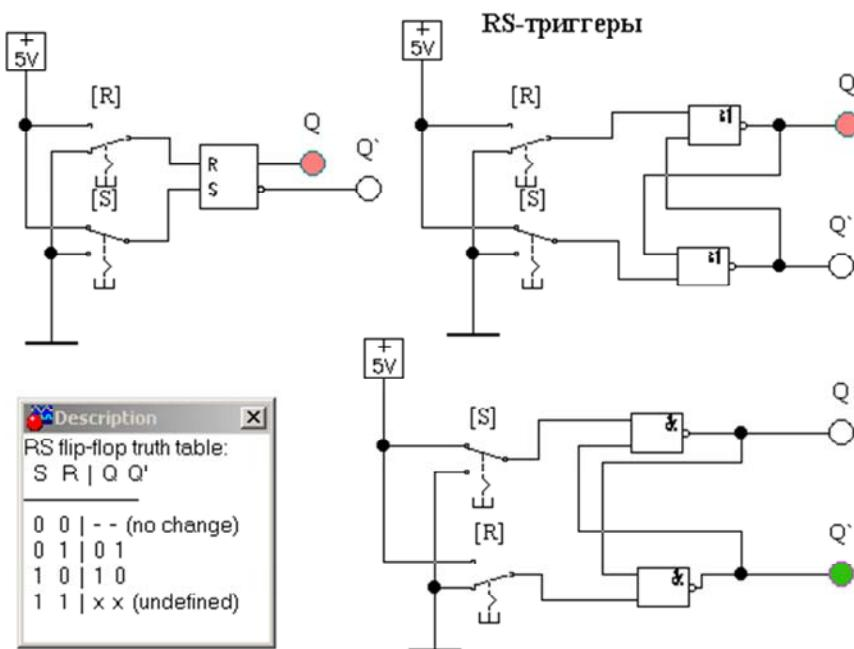
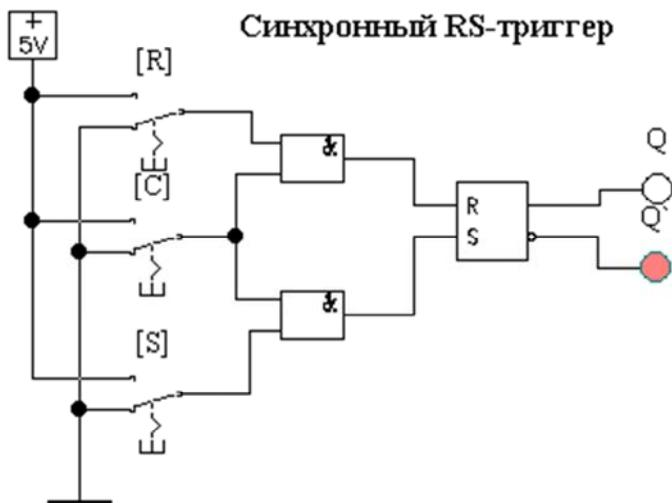

Рис. 14.1. RS -триггеры (файл **rs-trig.ewb**)
Рис. 14.2. Синхронный RS-триггер (файл **rsc-trig.ewb**)
1. Исследовать асинхронные RS -триггеры (файл **rs-trig.ewb**, рис. 14.1), синхронные RS -триггеры (файл **rsc-trig.ewb**, рис. 14.2). Проверить таблицу переключений триггера, приведенную в окне *Description*.